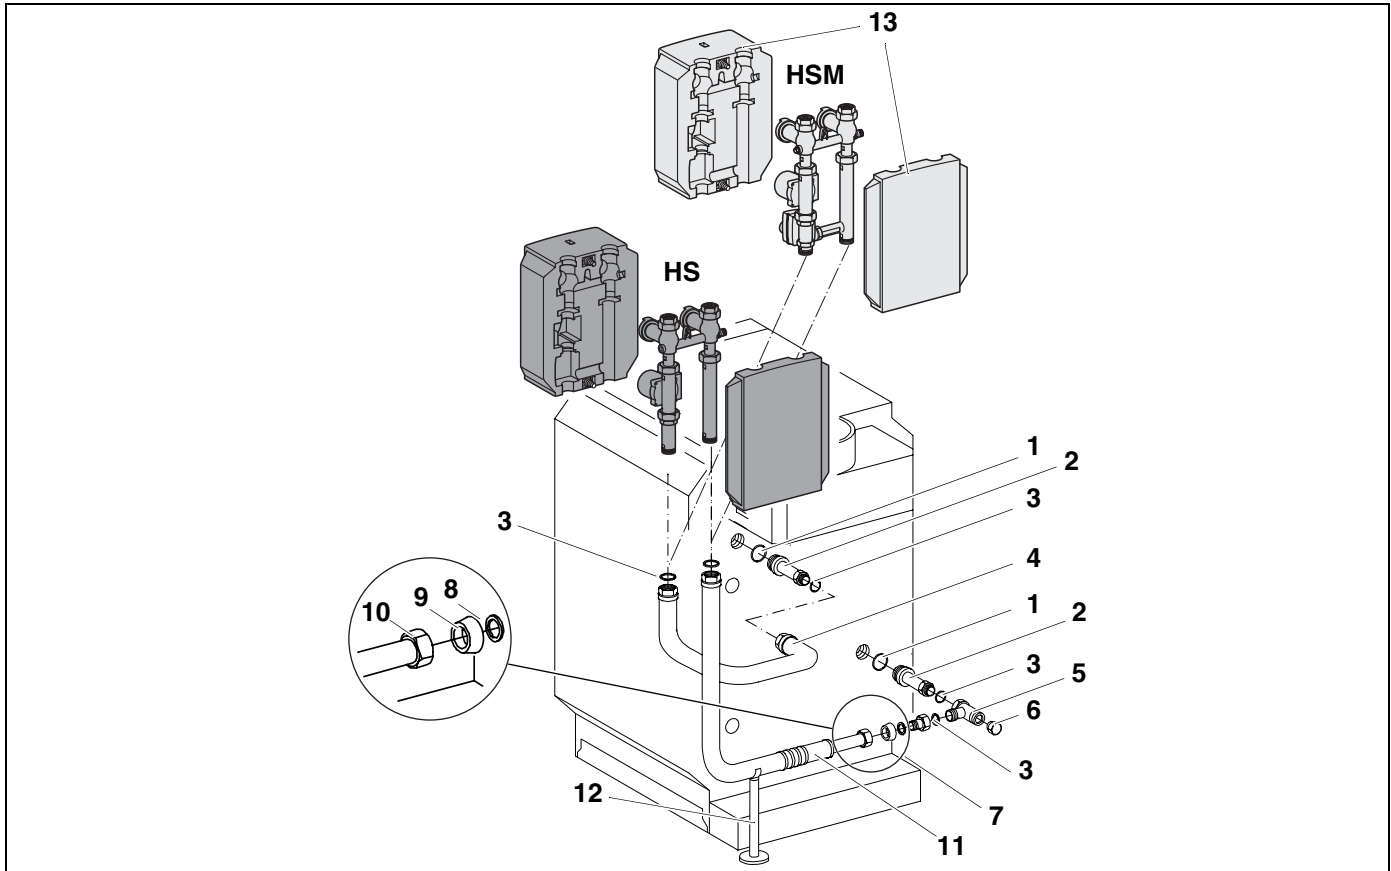
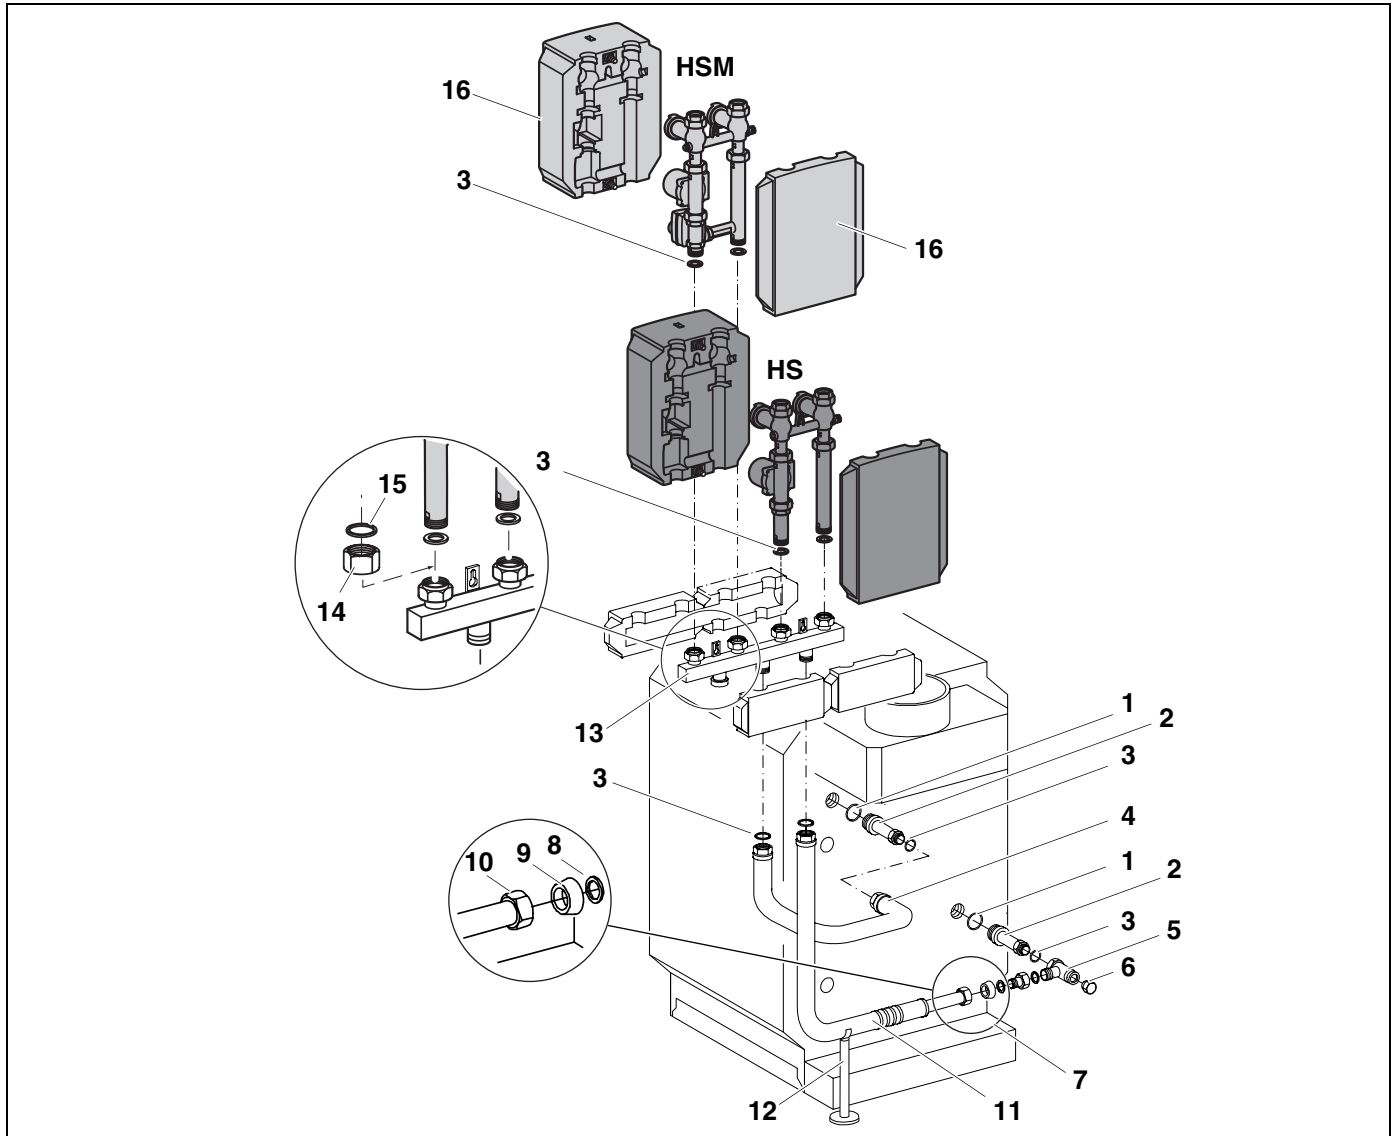

Abb. 3 Anbau hinten KAS 1
Abb. 5 Anbau hinten KAS 1 mit Heizkreisverteiler
Die Positionsnummern beziehen sich auf die Abb. 3, Seite 6 und Abb. 5, Seite 8	Lieferumfang von
- Rücklaufrohr (11) in der Senkrechten ausrichten und die Verschraubung zwischen T-Stück (5) und Verlängerungsstück (2) anziehen.
- Vorlaufrohr (4) mit dem kurzen Schenkel und eingelegter Dichtung (3) auf das Verlängerungsstück (2) am Kesselvorlauf aufschrauben.
- Rücklaufrohr (11) unten mit Stütze (12) abstützen.
- Dichtungen (3) in die oberen Verschraubungen der senkrechten Rohrstücke einlegen und HS bzw. HSM entsprechend Abb. 3 mit KAS 1 verschrauben.
- Wärmedämmschalen (13) von beiden Seiten auf das jeweilige Heizkreis-Set aufschieben und mit den Kunststoffschrauben leicht verschrauben.
- Überströmventil entsprechend der Anlagenkennwerte und des nebenstehenden Diagramms (Abb. 5) an dem Rändelrad einstellen.